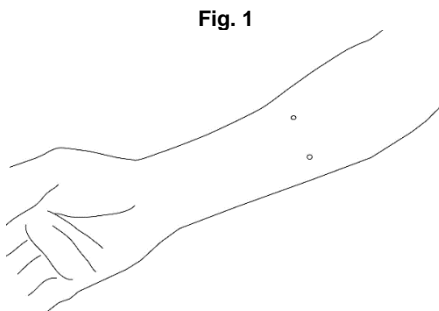

Fig. 1
1. Fare dei segni circolari per i fori di ingresso e di uscita del catetere (fig. 1).
1. Realice unas marcas para los orificios de entrada y de salida del catéter con círculos (Fig. 1).